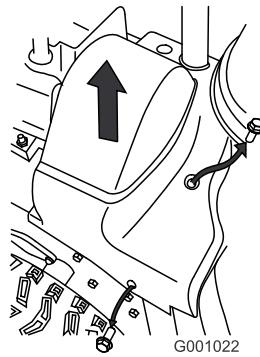

Figura 36
2. Alzate il lato destro del paracinghia (Figura 36).